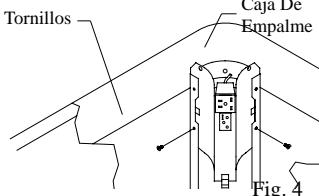

Fig. 4
- **Quite la caja de empalme.** La caja de empalme se encuentra en el rincón superior del interior del enfriador. Quite los dos tornillos de la caja y quite la caja de empalme (fig. 4). Deslice las tomascorrientes a la ranura de la caja de empalme.